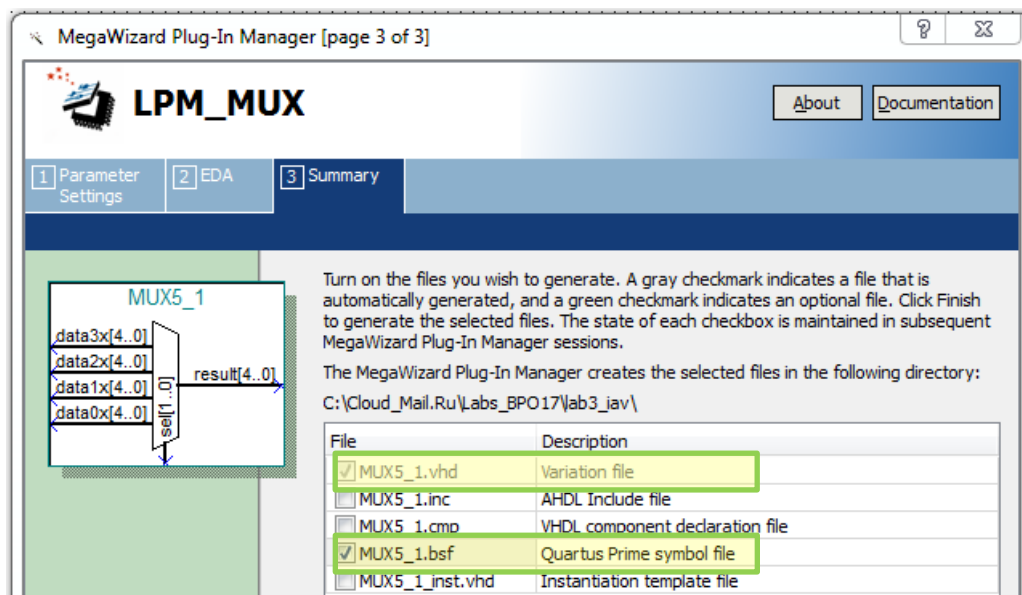

Рис. 12 Окно настройки экземпляра выбранного компонента (page 3)
3.13. В появившемся окне **“MegaWizeded Plug-In Manager [page 3 of 3]”** выберите создаваемые файлы как на рис. 12. Далее выполните **«Finish»**. Экземпляр мультиплексора MUX5\_1 создан.